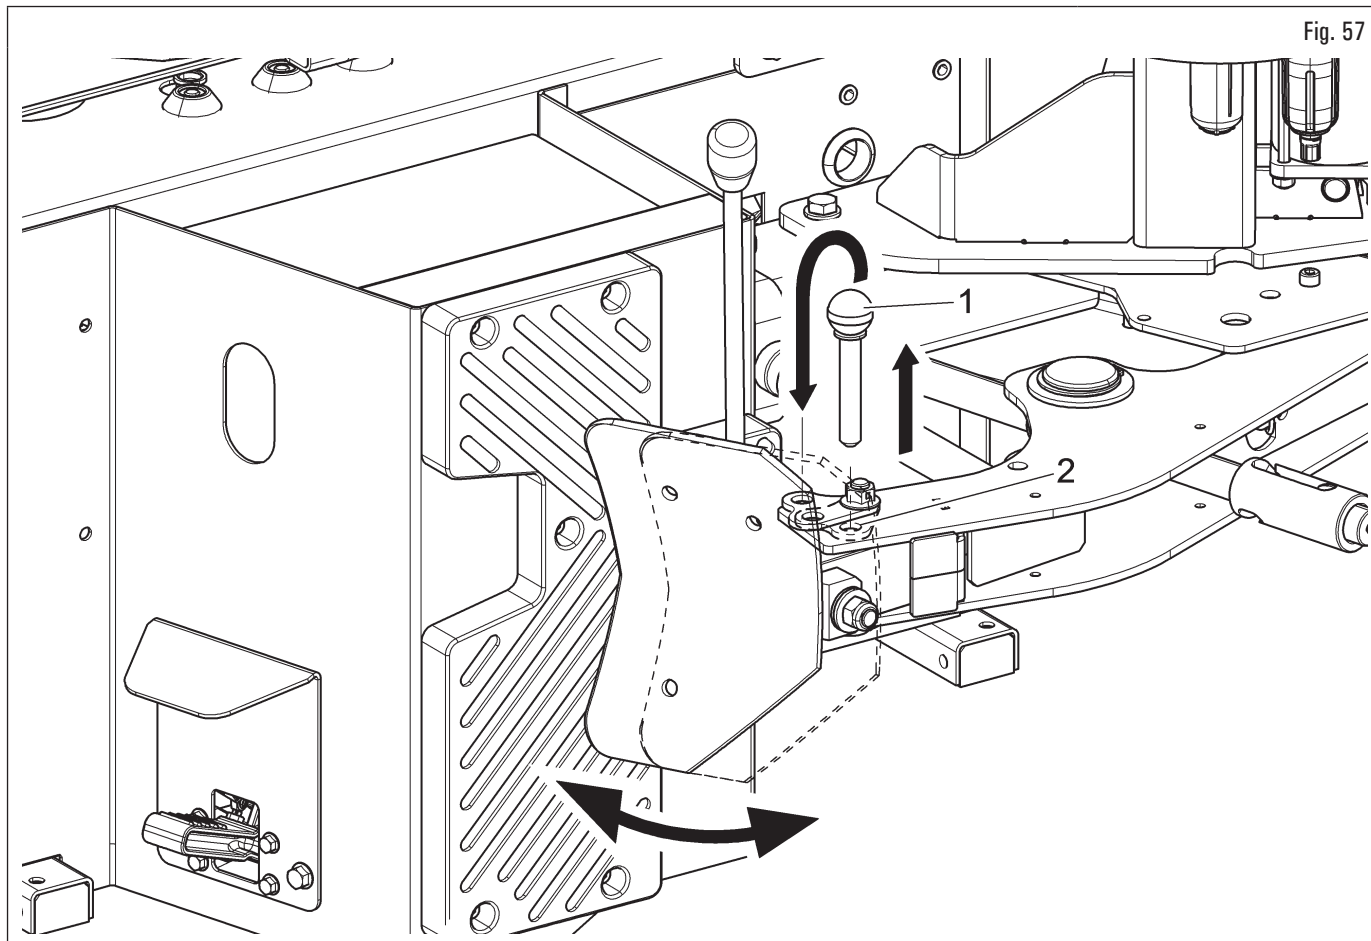

Fig. 57
El destalonador está equipado de doble articulación (Fig. 57) que permite, durante la fase de desmontaje del neumático, de optimizar la posición relativa entre la paleta y el talón del neumático, introduciéndose entre el neumático y el borde de la llanta.
Con llantas con borde protegido, o neumáticos bajados y/o de gran espesor, se aconseja posicionar la articulación paleta de manera de utilizar el orificio (Fig. 57 ref. 2).
Para cambiar la posición de la paleta en la junta, retire el perno (Fig. 57 ref. 1) del orificio en el que se encuentra, gire la paleta hasta que el orificio deseado coincida con el orificio de la junta y luego vuelva a insertar el perno (Fig. 57 ref. 1).